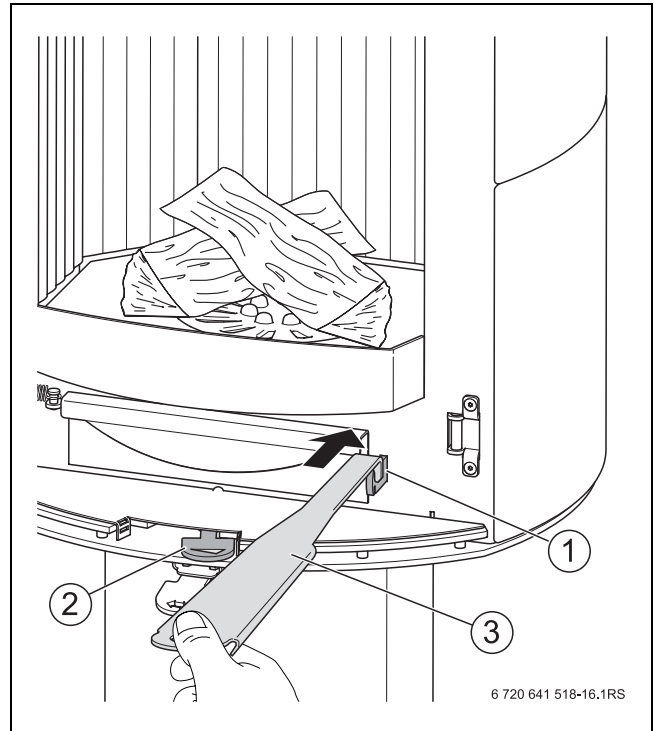

Bild 6 Verbrennungsluft- und Rüttelrostschieber
- ▶ Beim Bedienen des Rüttelrostschiebers die Kalte Hand verwenden (→ Bild 6, [3], Seite 10).